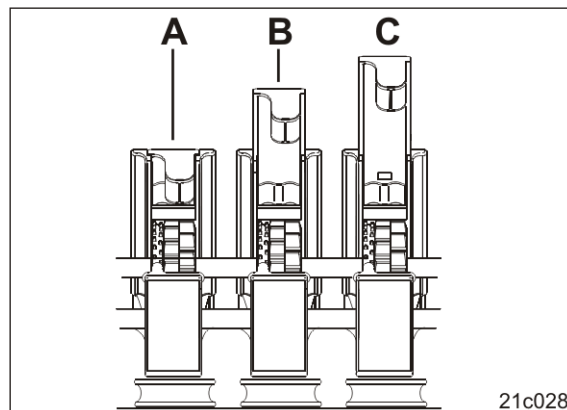

Fig. 124
2. Die Absperrschieber (Fig. 124) anhand der Tabelle „Einstellwerte“ (Seite 122) einstellen.
Die Absperrschieber (Fig. 124) rasten in einer der drei Positionen ein: